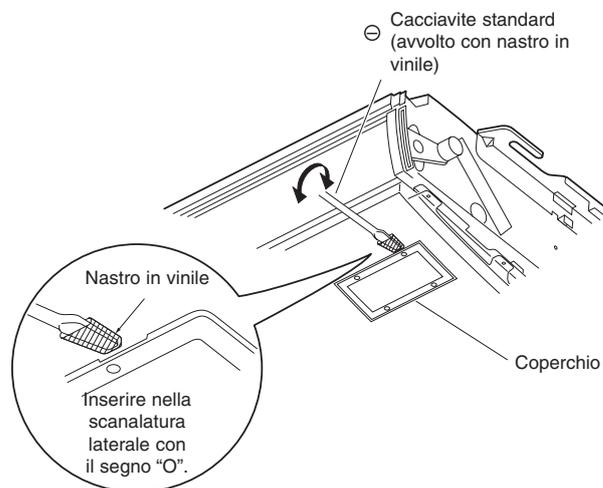

Fig. 11-8
- (2) Avvolgere la punta di un normale cacciavite (a testa piana) con nastro in vinile. Quindi inserire la punta del cacciavite nella scanalatura sul lato del coperchio, proprio sotto il segno "O", e separare il coperchio dalla base (fig. 11-8). (Prestare attenzione a non graffiare il pannello).
- (3) Far passare il cavo isolato attraverso il pannello, quindi installare il ricevitore nell'alloggiamento del pannello.